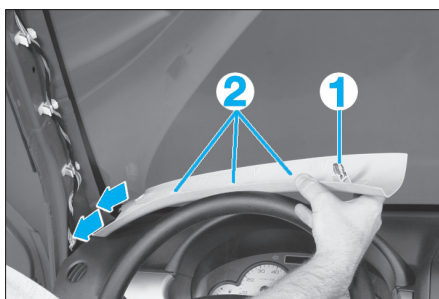

FIG. 25
- À l'aide d'une spatule, dégrafer la garniture du montant de pare-brise verrouillée par une agrafe (1) et pincée en 3 points (2) puis la dégager de sa base où elle est maintenue par 2 ergots (flèches) dans le planche de bord (Fig.25).